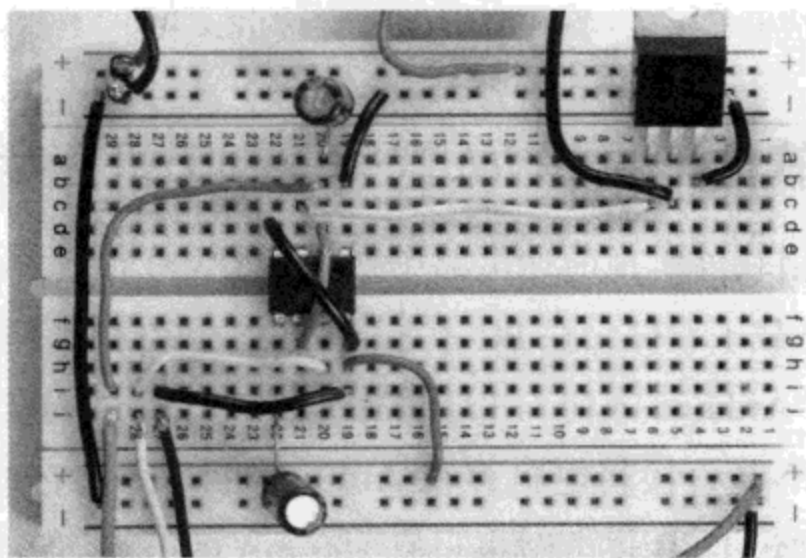

图 6.27 用 555 定时芯片产生 PWM 信号来控制电机（具体接线）
- (4) 将引脚 1 接地。
- (5) 用一个短跳线将引脚 2 和 6 短接。
- (6) 将引脚 2 接到电位器外侧的一个引脚上。
- (7) 引脚 2 接一个 0.1  $\mu$ F 电容, 然后再接地。
- (8) 用一个短跳线将引脚 4 和 8 短接, 再将引脚 8 接 5V 电池的电源列和电位器另外一侧的引脚上。参考图 6.27, 完成一个完整的面包板电路。
- (9) 将引脚 5 接一个  $0.1\ \mu\text{F}$  电容，然后再接地。
- (10) 引脚 7 接到电位器中间的引脚上。
- (11) 将三极管插在面包板上，3 只引脚各占 1 行（见图 6.27）。